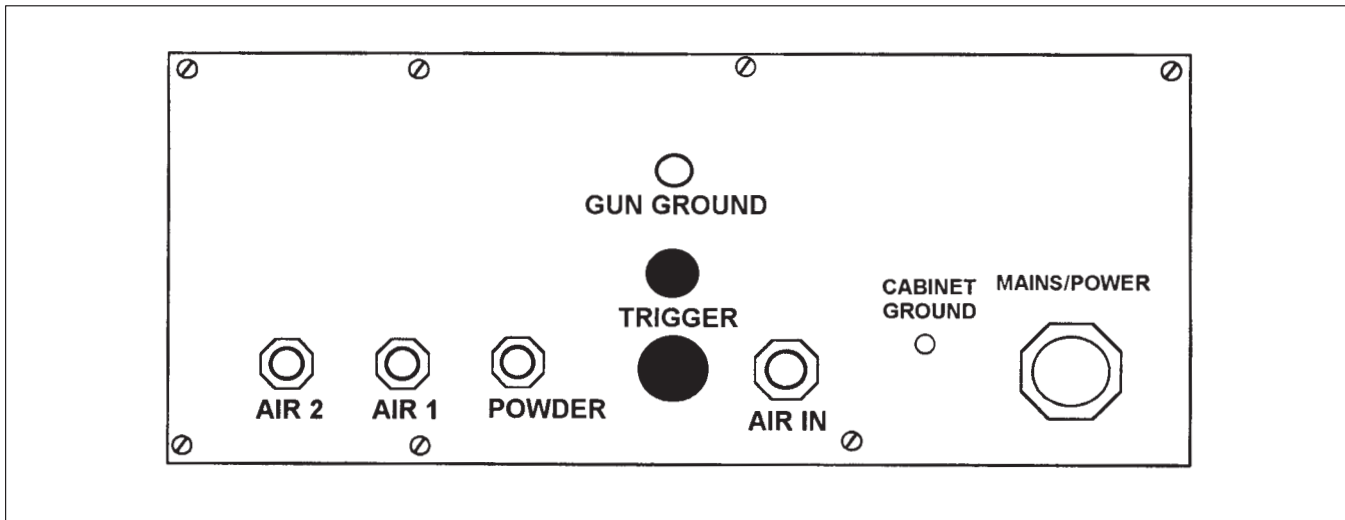

Abb. 2 Rückansicht
- b. Siehe Abb. 2. Verbinden Sie den grünen, braunen, gelben und weißen Draht vom vierpoligen weiblichen Steckverbinder mit dem dreipoligen weiblichen Schaltplattenstecker und der Pistolenerdung am Gehäuse.